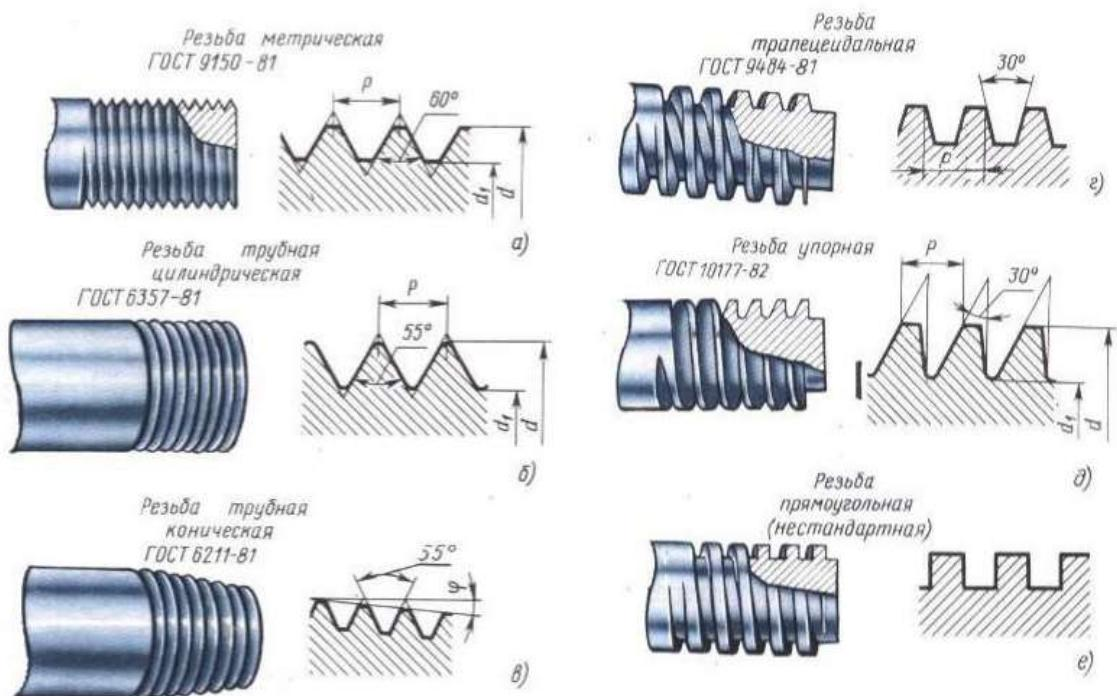
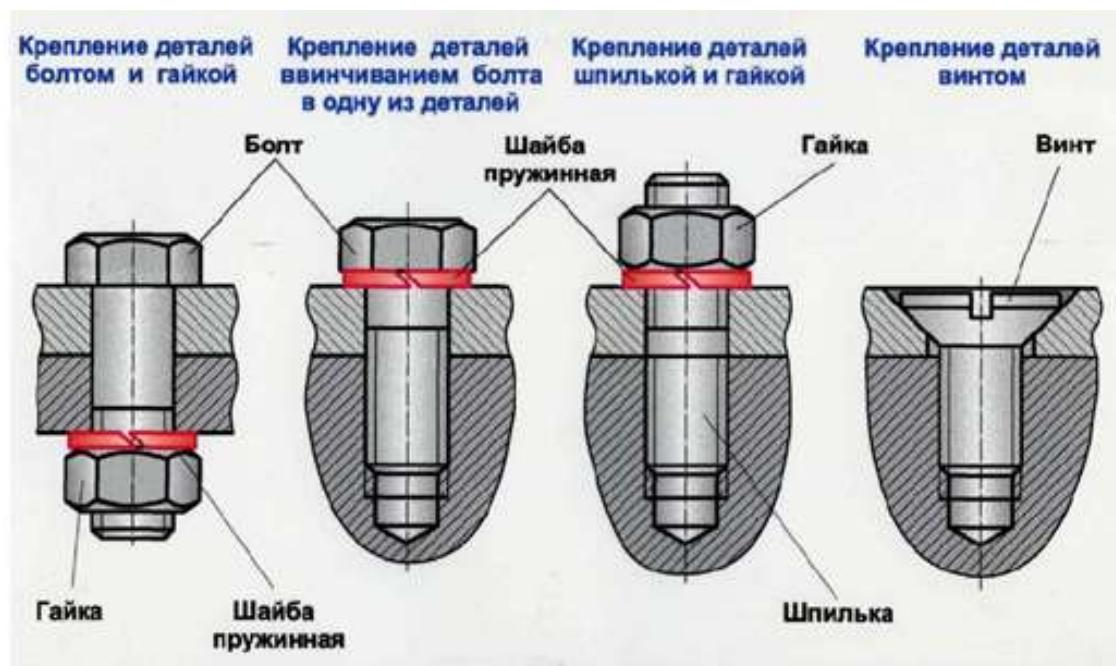

Рисунок 2. Профили резьбы
Рисунок 3. Основные типы резьбовых соединений:
К **резьбовым** относятся соединения, в которых сопряженные детали соединяются с помощью резьбы (рис.2) или резьбовых крепежных деталей (болтов, гаек, шпилек и винтов) (рис.3).
**Болт** представляет собой стержень с резьбой для гайки на одном конце и головкой на другом (Рис. 3, а). Перед сборкой поверхности соприкасающихся деталей должны быть тщательно подготовлены (отфрезерованы, отшлифованы и т.д.). Диаметр отверстий под болт в сопрягаемых деталях зависит от требуемой точности соединения и размеров болта. В ответственных соединениях величина между диаметром отверстия под болт и диаметром болта  $D$  не должна превышать 0,1...0,2 мм, а в обычных соединениях - 0,5 мм на каждые 10 мм диаметра болта.
**Шпилька**(Рис. 3, б). представляет собой цилиндрический стержень, имеющий резьбу на обоих концах, один из которых ввертывают в основную деталь, а другой пропускают через отверстие в закрепляемой детали и на него навинчивают гайку. Величина зазора  $\Delta$  определяется аналогично болтовому соединению. При соединении деталей с помощью шпильки необходимо выдерживать перпендикулярность оси выступающей части шпилька обработанной поверхности.
**Винт**(Рис. 3, в) представляет собой стержень с головкой на одном конце и резьбой на другом конце, которым он ввинчивается в одну из скрепляемых деталей. Величина зазора  $\Delta$  определяется аналогично болтовому соединению.